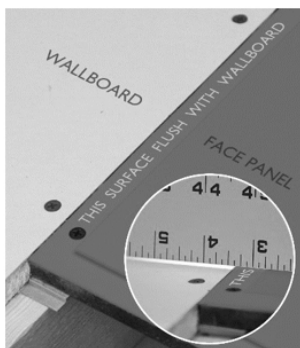

Figura 4
- Antes de fazer os rejuntas, verifique a posição da caixa de som em relação às placas adjacentes. O posicionamento correto requer que o flange do parafuso do perímetro do painel fique rente à placa adjacente. (Ver Figura 4.) Isso cria um recesso para colocação da fita de vedação e evita que ela seja desgastada durante o acabamento.